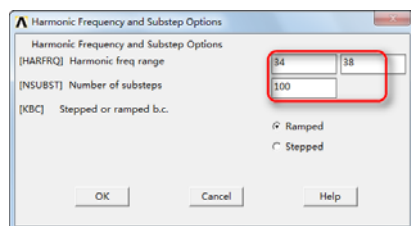

图 11-41 “Harmonic Frequency and Substep Options”对话框
⑤ 依次选择 Main Menu → Solution → Load Step Opts → Time/Frequeunc → Freq and Substps，会弹出“Harmonic Frequency and Substep Options”对话框，如图 11-41 所示，在“Harmonic freq range”输入框分别输入 34 和 38，在“Number of substeps”输入框输入 100，在“Stepped or ramped b.c.”选择列表中选择“Stepped”，单击“OK”按钮关闭该对话框。